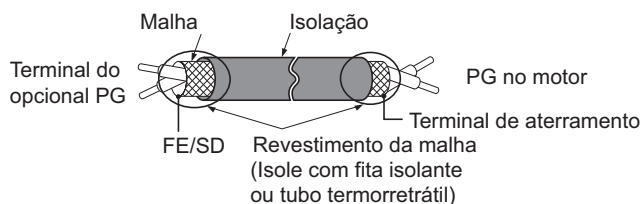

Figura 8.6 Preparando as pontas dos cabos com malhas
2. Há dois orifícios de parafusos no inversor para uso como terminais de aterramento (I). Ao conectar três cartões opcionais, dois fios terras precisarão compartilhar o mesmo terminal de terra.
4. Prepare e conecte as extremidades do fio, conforme ilustrado na **Figura 8.6** e na **Figura 8.7**. **Consulte Calibre dos fios, torque de aperto e terminais de crimpagem na página 355** para confirmar a aplicação do torque de aperto adequado a cada terminal. Tenha cuidado principalmente para garantir que cada fio seja conectado corretamente e que o isolamento do fio não seja acidentalmente comprimido em terminais elétricos.